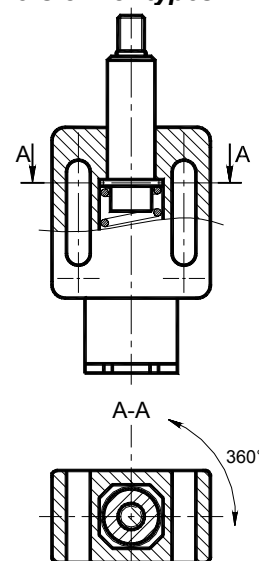

fig 1
Prevede l'utilizzo di una rondella a sezione quadra che va ad impedire completamente la rotazione della colonna, ha il vantaggio di essere una soluzione semplice ed economica. La figura 2 indica la differenza di costruzione tra un elemento antirotazione "TBa" e un elemento "TN" o "TB" (Fig.1) in cui la colonna ha la possibilità di ruotare sul proprio asse. Nell'elemento "TBa" la rotazione è impedita da una rondella a sezione quadrata posizionata all'interno del corpo scatolare in alluminio anch'esso a sezione quadrata. Negli elementi "TN" o "TB", invece, viene utilizzata una rondella a sezione tonda.
*It considers the use of a washer with square section that it prevent completely the rotation of the column, its advantage is to be an easy and cheap solution. The picture 2 shows the difference of construction between a "TBa" anti-rotation element and a "TN" or "TB" element (figure 1) where the column has the possibility to rotate on its own axis. In the "TBa" element the rotation is prevented by a washer with square section positioned in the aluminium box body, that has square section too. In the "TN" or "TB" elements, instead, is used a washer with round section.*